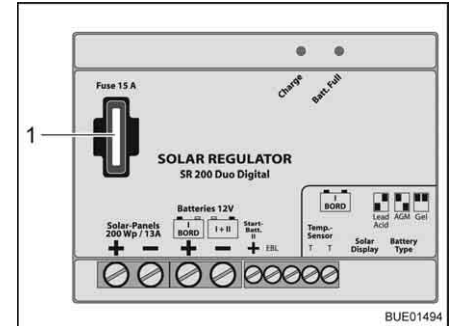

Fig. 150 Fusible del regulador de carga solar de 140/200 W
- Cambiar el fusible plano 15 A/azul (Fig. 150,1).